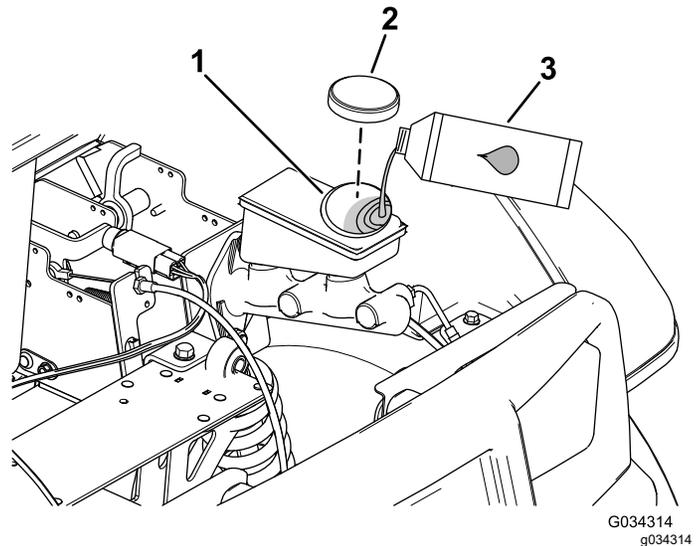

図 57
2. フードを持ち上げてブレーキのマスターシリンダとブレーキ液タンクにアクセスできるようにする **図 57**。
- A. ウェスでタンクのキャップの周囲をきれいに拭いてキャップ外す **図 57**。
- C. タンクにキャップを取り付ける 図 57。